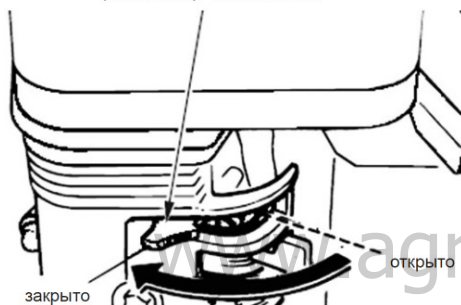

Рис.31
2. Установите рычаг воздушной заслонки в положение **Закрыто** (Рис.31).
1. Откройте топливный кран, переместив рычаг топливного крана в рабочее положение (ON).
2. Установите рычаг воздушной заслонки в положение Закрыто (Рис.31).